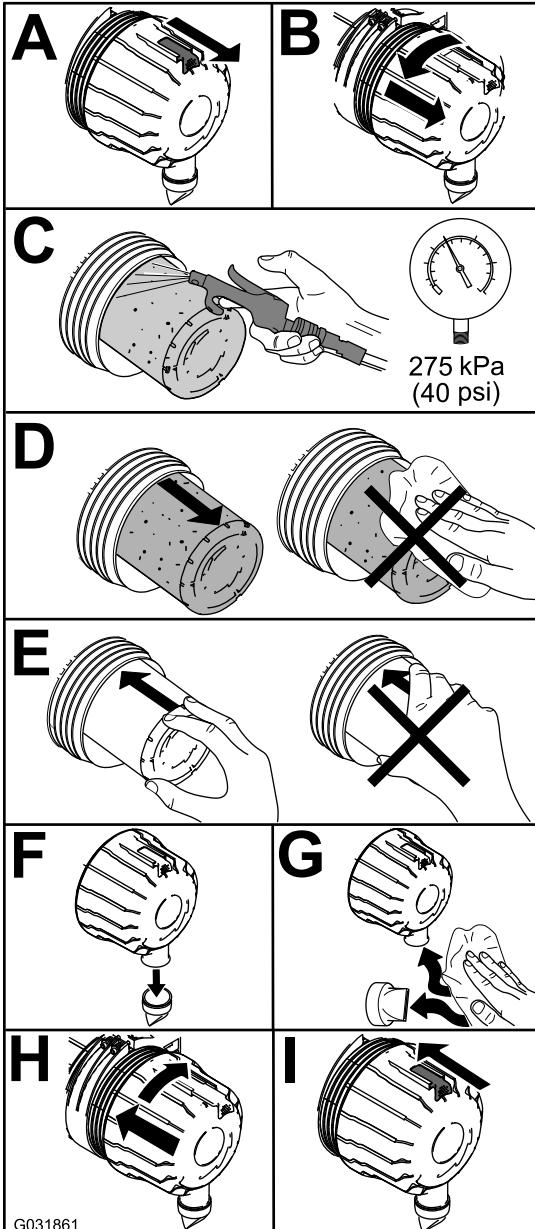

Figura 43
1. Substitua o filtro de ar (Figura 43).